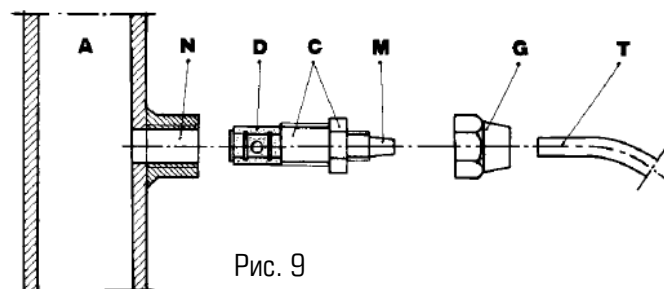

Рис. 9
g. – Выберите наиболее подходящее место для врезки в систему и установите в нем коннектор (или тройник) с внутренней резьбой 3/8" (BSPm). Данный коннектор (или тройник) не входит в комплект поставки насоса. Вкрутите в этот коннектор клапан впрыска реагента, как показано на рис. 9. Затем подсоедините шланг сброса к клапану впрыску и закрутите гайку **G**. В данной ситуации клапан впрыска реагента также выполняет функцию невозвратного клапана (посредством цилиндрической муфты, установленной на клапане впрыска, выполненной из эластомера Viton, входящей в стандартный вариант поставки насоса).
3.1. СХЕМА УСТАНОВКИ КЛАПАНА ВПРЫСКА (Рис.9)